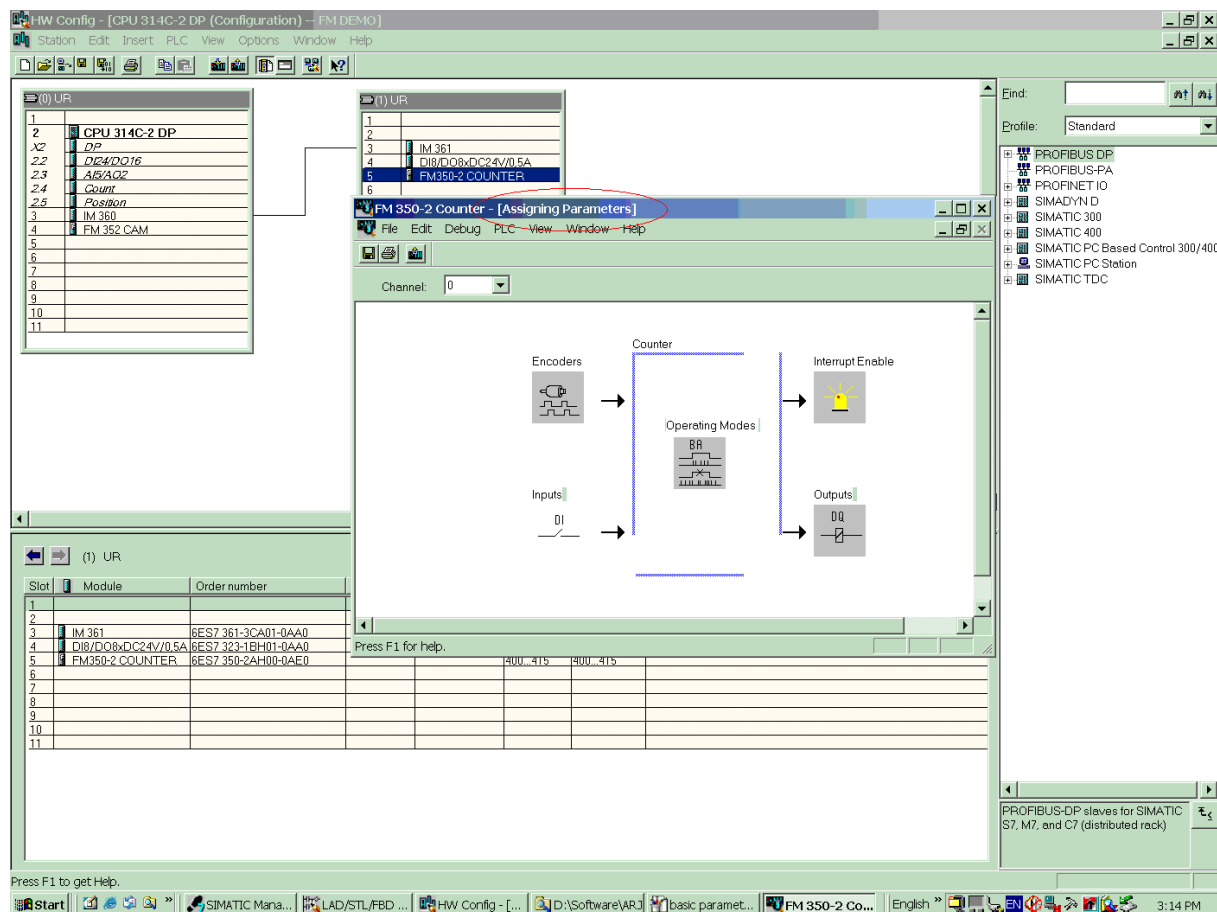

图 6
- 单击 Parameters 或者双击硬件组态中的 FM350-2，可以进入参数设置界面 “Assigning Parameters”，如图 6；